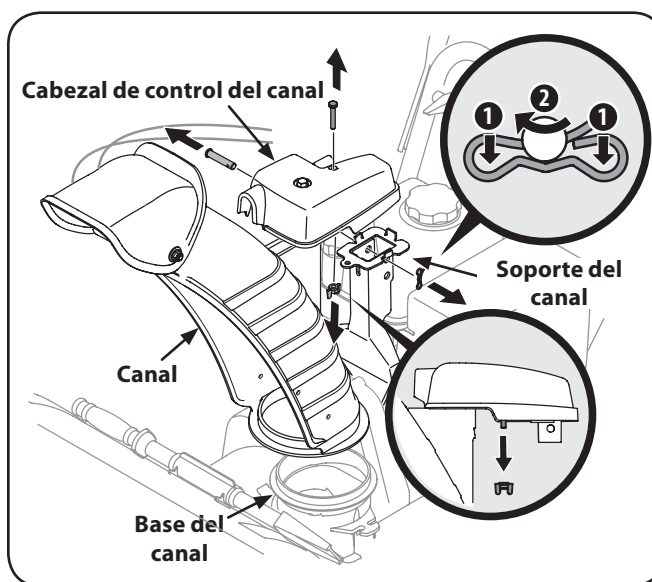

Figura 3-3
1. Retire la clavija Cotter, ala tuerca y el tornillo hexagonal de la tolva de control de la cabeza y horquilla y la clavija de proa-alfiler de corbata tolva soporte. Vea la Figura 3-3.